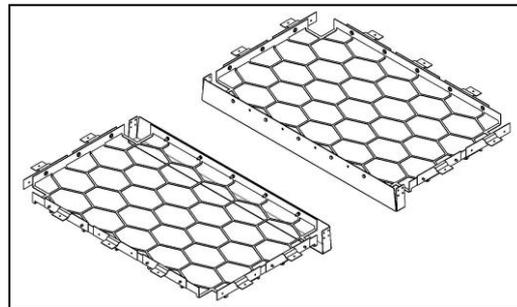

Bild 19
1. Montagewinkel an die Seitenteile des Durchsturzschutzgitters montieren. Dazu werden Unterlegscheiben DIN-9021-A-5,3 und Nieten DIN-7337-4,8x11, 4 verwendet (**Bild 19**).
2. Verstärkungswinkel an die Seitenteile des Durchsturzschutzgitters montieren. Dazu werden Sechskantschrauben ISO 4017-M6x20 und Sechskantmuttern DIN-985-M6 verwendet (**Bild 19**).